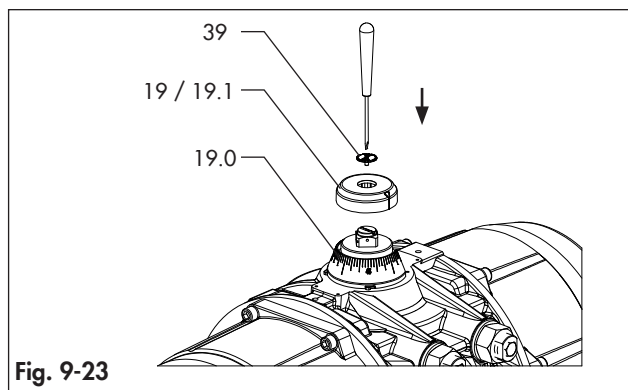

Fig. 9-23
Voir Fig. 9-1 et Fig. 9-23.
- Fixer la vis de l'indicateur (39), le cas échéant. (Fig. 9-23)